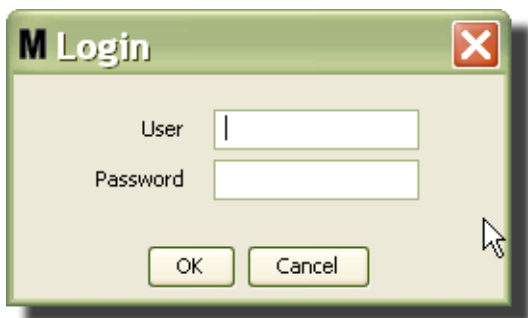

Рис. 186
3. Появится всплывающее окно (Рис. 186) для ввода имени пользователя и пароля.